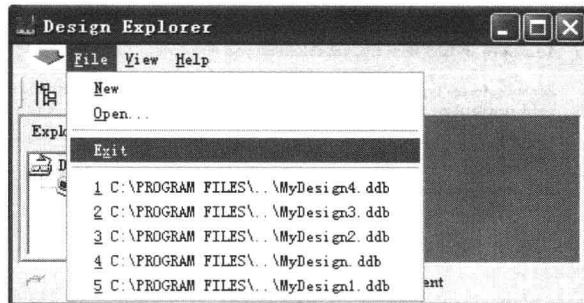

图 1-4 关闭方法一
(1) 方法一：选择“File/Exit”退出程序，如图 1-4 所示。